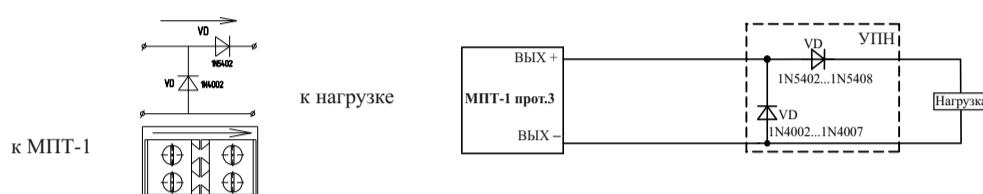

Рисунок 3
5.16 Для обеспечения контроля целостности выходных цепей в разрывах выходной цепи непосредственно к нагрузке должно быть подключено устройство подключения нагрузки (далее – УПН) (Рисунок 3). Стрелка на корпусе УПН направлена к клемме подключения нагрузки. Контроль осуществляется измерением токов, протекающих через диоды, входящие в состав УПН.